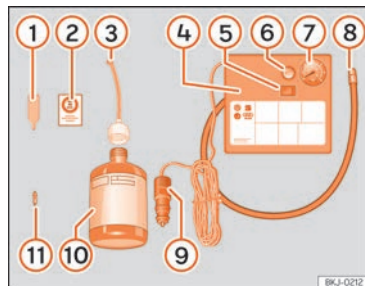

Abb. 193 Prinzipdarstellung: Bestandteile des Pannensets
Das Pannenset befindet sich im Gepäckraum unter dem Bodenbelag. Es besteht aus folgenden Bestandteilen >>> (Abb. 193):
- Ventilkappe und Ventileinsatz vom Reifenventil abschrauben. Verwenden Sie den Ventileinsatzdreher »» [Abb. 193] ① zum Herausschrauben des Ventileinsatzes. Legen Sie den Ventileinsatz auf einem sauberen Untergrund ab.
- Reifenfüllflasche kräftig schütteln »» [Abb. 193] ⑩.
- Einfüllschlauch »» [Abb. 193] ③ auf die Reifenfüllflasche schrauben. Die Folie am Verschluss wird automatisch durchstoßen.
- Verschlussstopfen vom Einfüllschlauch »» [Abb. 193] ③ entfernen und das offene Schlauchende auf das Reifenventil schrauben.
- Ventileinsatz mit dem Ventileinsatzdreher »» [Abb. 193] ① wieder in das Reifenventil schrauben.
- Reifenfüllschlauch »» [Abb. 193] ⑧ des Luftkompressors fest auf das Reifenventil schrauben.
- Prüfen, ob die Luftablassschraube »» [Abb. 193] ⑥ zugedreht ist.
- Kabelstecker »» [Abb. 193] ⑨ in eine 12-Volt-Steckdose des Fahrzeugs stecken »» S. 183.
- Luftkompressor mit dem EIN-/AUS-Schalter »» [Abb. 193] ⑤ einschalten.
- Kleben Sie den Aufkleber »» [Abb. 193] ② im Sichtfeld des Fahrers auf das Kombi-Instrument.
»» (Abb. 193)  wieder an und lesen Sie den Reifenfülldruck an der Reifenfülldruckanzeige  ab.